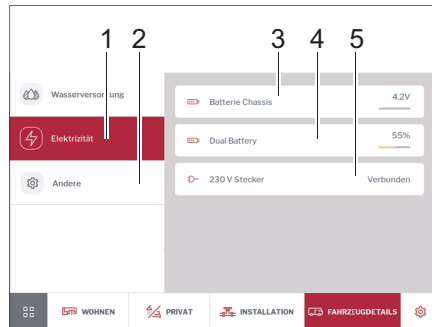

Fig. 269 Electricidad y temperatura interior
- Tocar en la opción *Electricidad* (Fig. 269,1).
Se muestra el voltaje de la batería del vehículo (Fig. 269,3), el estado de carga de la batería de motor en % o la tensión de carga de la batería AGM en voltios (Fig. 269,4) y el estado de la alimentación de 230 V (Fig. 269,5).
- Tocar en la opción *Otros* (Fig. 269,2).